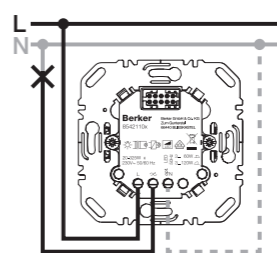

Bild 3: Tastdimmer 1fach
- Tastdimmer gemäß Anschlussplan (Bild 3 bis 6) anschließen.
- ⓘ Die Tastdimmer (Komfort) 1fach verfügen über eine optionale N-Klemme (Bild 3 und 4). Betrieb ohne Neutralleiter möglich.